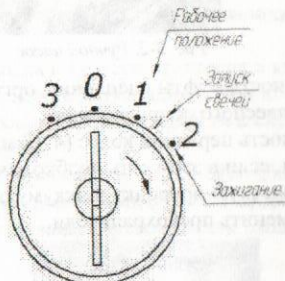

Рис.3-5. Ключ зажигания
- 4.) Для предварительного подогрева двигателя свечами подогрева (Уралец 180, Уралец 220) поверните ключ зажигания в положение между зажиганием и рабочим положением (рис. 3-5), при этом указатель на амперметре должен уйти в
- 5.) Поверните ключ зажигания в пусковое положение 2 (рис.3-5) по часовой стрелке. Держите его правой рукой. Коленвал двигателя должен начать вращаться. Спустя 3 секунды после начала вращения необходимо вернуть рычаг декомпрессора в исходное положение (для закрытия клапанов). Ключ зажигания необходимо удерживать до запуска двигателя. После отпущения ключ вернется в рабочее положение 1.